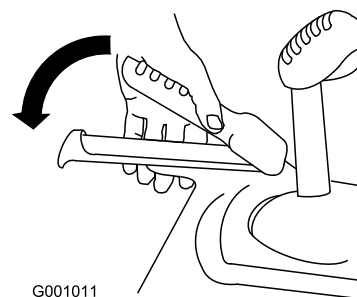

Bild 35
- Kuppeln Sie den Fahrtriebshebel ein und halten ihn fest (Bild 35).